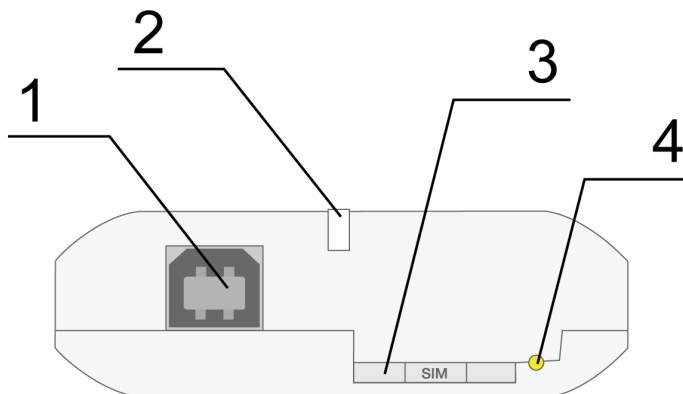
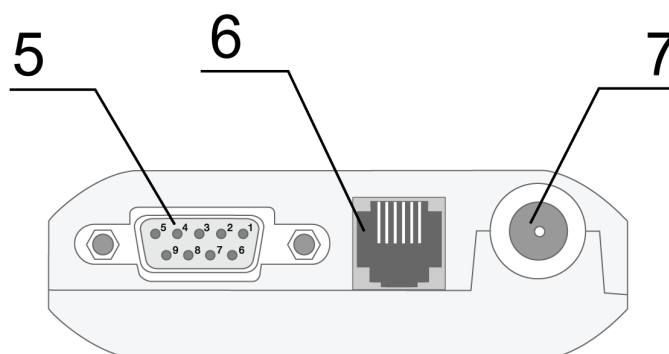

Рис. 2.1. Вид спереди
Рис. 2.2. Вид сзади
| Рис. 2.1. Вид спереди .....              | 7  |
| Рис. 2.2. Вид сзади.....                 | 7  |
Модем TU31 представляет собой компактное устройство в пластиковом корпусе. Внешний вид представлен на рис. 2.1 и рис. 2.2.
- достать SIM-лоток, нажав кнопку выталкивателя SIM-лотка (рис. 2.1);